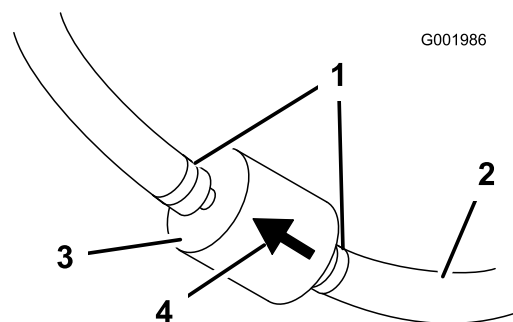

Bild 46
5. Drücken Sie die Enden der Schlauchklemmen zusammen und schieben Sie sie vom Filter weg (Bild 46).